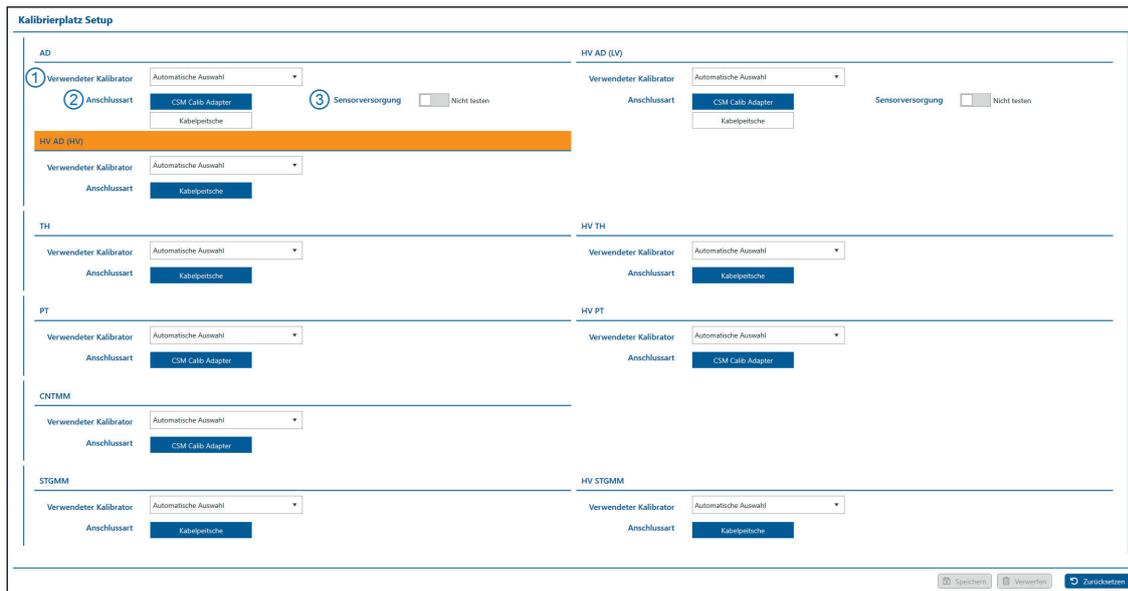

Abb. 3-21: Menü **Kalibrierplatz-Setup**
Stehen mehrere Kalibratoren zur Verfügung, kann im Auswahlmenü **Verwendeter Kalibrator** (Abb. 3-21, ①) entweder der gewünschte Kalibrator direkt gewählt oder die Option „Automatische Auswahl“ definiert werden.
Unter **Anschlussart** (Abb. 3-21, ②) stehen abhängig vom Modultyp, der kalibriert werden soll, folgende Optionen zur Verfügung:
- ▶ AD/HV AD (LV): CSM Calib Adapter AD/CNT oder Kabelpeitsche
- ▶ HV AD (HV): Kabelpeitsche
Bei den Messmodultypen AD/HV AD (LV) besteht die Möglichkeit, im Anschluss an die Kalibrierung auch die Sensorversorgung des Prüflings zu testen. Hierzu muss die Option **Sensorversorgung** (Abb. 3-21, ③) aktiviert werden.